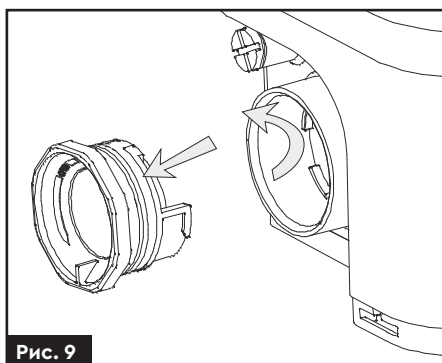

Рис. 9
1. Відкрутіть заглушку зі зворотним клапаном (рис. 9).